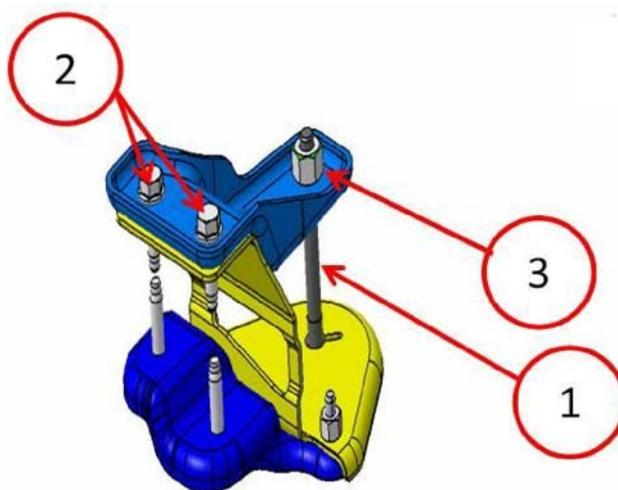

Fig. 2 Vista superiore staffa montante di fissaggio
2. Togliere i due bulloni posteriori superiori staffa telaio cambio differenziale (Fig. 2).
3. Togliere il bullone verticale del montante di fissaggio trasmissione (Fig. 2).
8. Montare i due bulloni posteriori superiori staffa telaio cambio differenziale (Fig. 2).